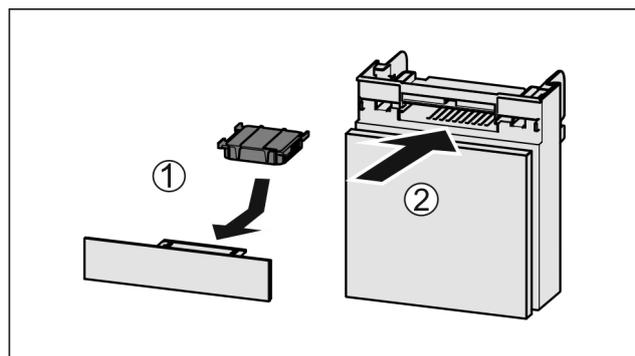

Fig. 173
- Inserire il vano Fig. 173 (2).